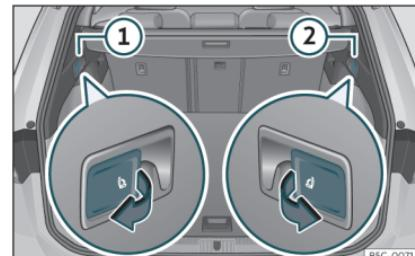

Fig. 112 En el maletero: palancas para desbloqueo del respaldo trasero.
- Tire de la palanca de desbloqueo a distancia de la parte izquierda »» **fig. 112 ①** o de recha **②** del respaldo en el sentido de la flecha. La parte desbloqueada del respaldo trasero se abate automáticamente hacia delante.